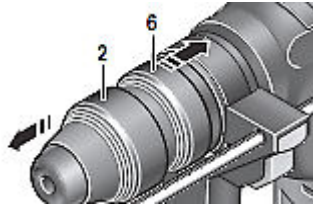

Рисунок 2
**3.5** Для зняття патрону відтягніть DFR-кільце (6) назад, притримайте його в цьому положенні і вийміть раніше встановлений змінний патрон (SDS-plus або швидко-затискний патрон) вперед з гнізда (дивіться рисунок 2).